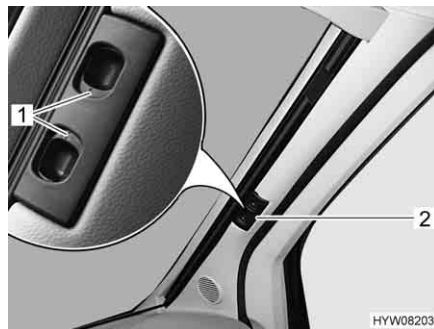

Bild 87 Faltschirm für die Frontscheibe
- Entriegelungsgriffe (Bild 87,1) zusammendrücken und gedrückt halten.
- Die Faltschirmhälfte für die Frontscheibe am Griff (Bild 87,2) zur Fenstermitte hin ziehen.
- Die beiden Hälften der Faltschirmhälfte für die Frontscheibe am Griff (Bild 87,2) bis zum Anschlag nach außen schieben. Griff dabei auf die Höhe der Verriegelungsaussparung anheben.
- Entriegelungsgriffe (Bild 87,1) loslassen und einrasten lassen.